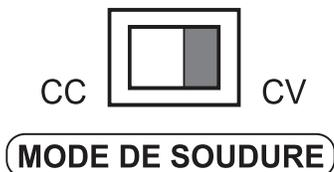

Figure 46. Commutateur de Mode de soudure (mode CV)
1. Pour le **soudage CV**, placez l'interrupteur à bascule du Mode de soudure (Figure 46) en position CV.